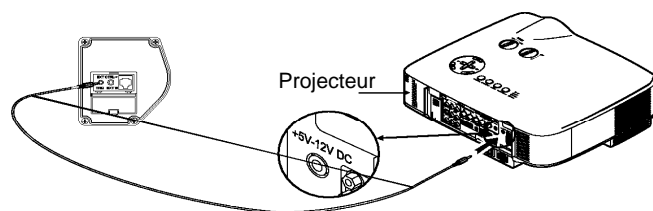

Figure 22
1. Insérez une extrémité du fil de déclencheur dans la prise de déclencheur située du côté gauche de l'embout de boîtier d'écran marqué "TRIG". (figure 22). Insérez l'autre extrémité dans la sortie 12 V.